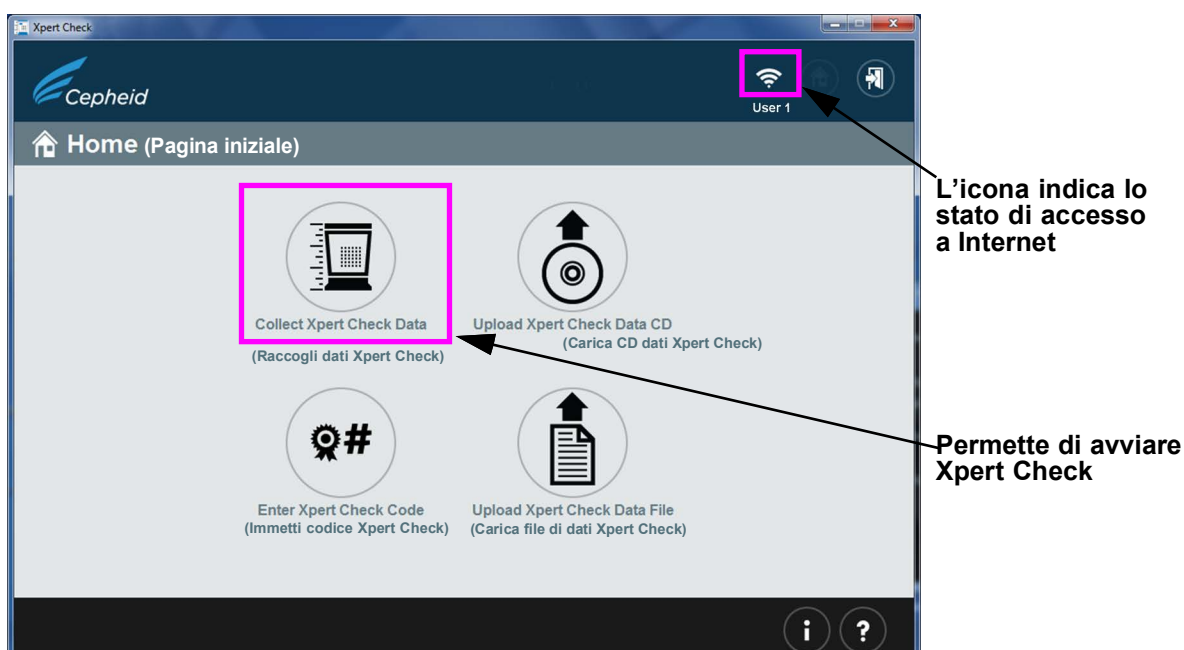

Figura 2-6. Schermata Pagina iniziale
8. Toccare o fare clic sull'icona **Raccogli dati Xpert Check (Collect Xpert Check Data)** nella schermata Pagina iniziale (Home) (vedere la Figura 2-6). Dopo qualche secondo, verrà visualizzata la schermata Informazioni di contatto (Contact Information) (Figura 2-7).